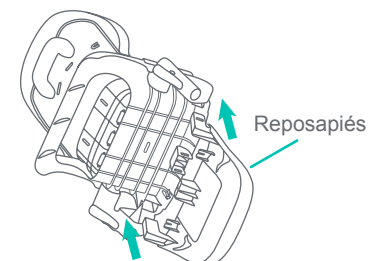

Fig. 4
- 4) • Deslice el reposapiés en la base del asiento como (Fig. 4). Coloque a presión el reposapiés en su lugar.